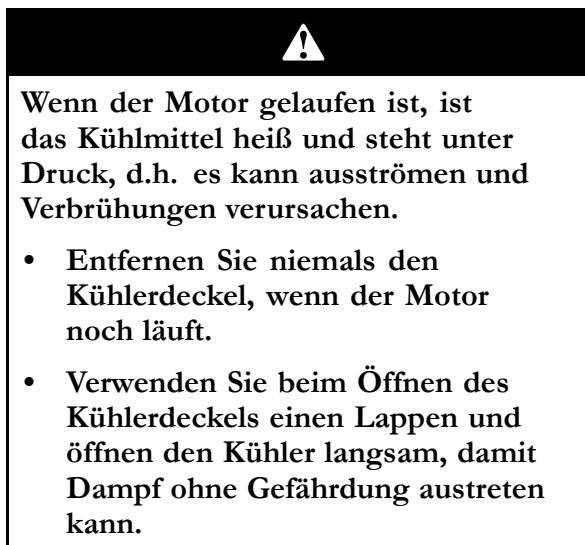

Bild 13
1. Schrauben Sie den Kühlerdeckel und den Deckel vom Ausdehnungsgefäß vorsichtig ab (Bild 13).